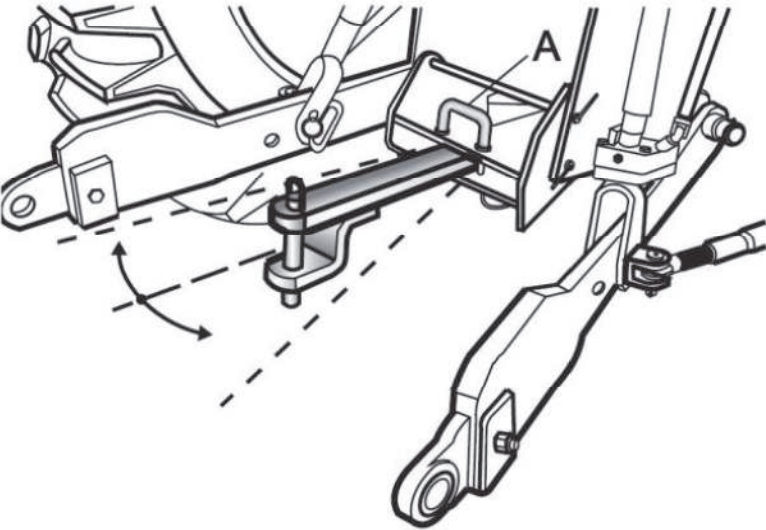

Fig. 4-42 Tirante pendular
La barra de tiro pendular se puede usar solo para remolcar implementos agrícolas y remolques biaxiales, pero no para remolcar remolques de un solo eje; de lo contrario, la carga de la barra de tiro volcará el tractor (ver fig. 4-42).
- (2) Ajuste la posición transversal del punto de remolque cambiando la posición de inserción del pasador en U •A (consulte la fig. 4-42).